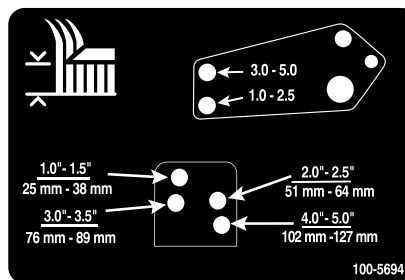

Рисунок 26
10. Совместите отверстия тяг демпферов с выбранными отверстиями кронштейнов высоты скашивания в раме деки газокосилки, вставьте шплинтуемые штифты и зафиксируйте их игольчатыми шплинтами (**Рисунок 26**).